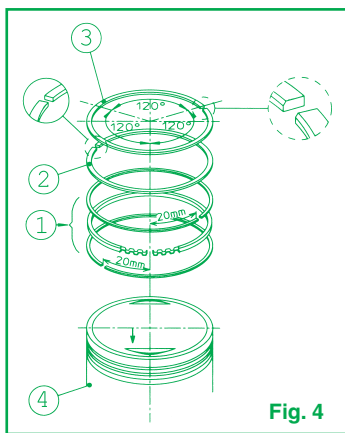

Fig. 4
- Inserire l'espansore del segmento raschiaolio nella apposita cava sul pistone, inserire l'elemento raschiaolio inferiore e successivamente l'elemento raschiaolio superiore completando il montaggio del raschiaolio (Fig. 4 - Part 1).
- Montare il secondo segmento con la stampigliatura rivolta verso la parte superiore del pistone come indicato in Fig. 4 - Part. 2.
- Inserire il primo segmento cromato di compressione con la stampigliatura rivolta verso la parte superiore del pistone come indicato in Fig. 4 - Part. 3.
- Posizionare le aperture dei tagli delle fasce elastiche come indicato in Fig. 4.
- Ricontrollare che le aperture dei tagli delle fasce elastiche siano posizionate come indicato in Fig. 4.